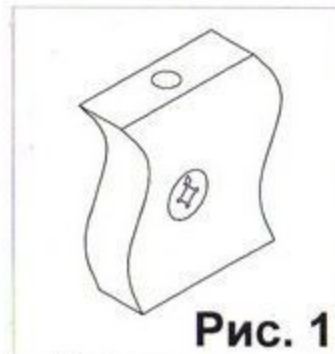
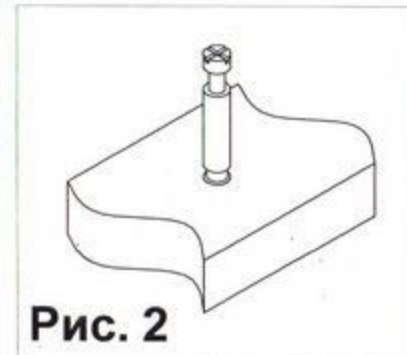

Рис. 1
Рис. 2
1. Прибить подпятники (14) к деталям 4, 9 и 8 при помощи гвоздей. Закрутить дюбель (4) в муфты на деталях 2, 3, 8 (см. рис.2). Вставить стяжки-растекс (3) в детали 1, 5, 9 (см.рис.1). Забить шканты (1) в детали 1, 5, 7, 3,9. Прикрутить направляющие (7) к боковинам 1 и 5 саморезами (5). Соединить боковины 1 и 5 с полкой 2. Фиксацию стяжек растекс (3) произвести путем поворота их по часовой стрелке. К полке 2 прикрутить опоры (16) саморезами (19). Присоединить к боковине 5 царгу 6 евроинтами (2). Установить полку 3 на боковины 1 и 5. Крепление произвести при помощи стяжек-растекс (3). Шкант (9) забить так, чтобы выступающая часть шканта составила примерно 20 мм. Присоединить к детали 4 полку 3 и царгу 6 евроинтами (2). Забить шканты (1) в деталь 7 и соединить ее с полкой 3. Вставить заглушку (18) в полку 3.
Взять стенку заднюю выдвижного ящика и забить в соответствующие отверстия шканты (1). Соединить боковины ящика с задней стенкой. Фиксацию производить при помощи евроинтов (6). Далее положить каркас ящика на заднюю стенку и забить шканты (1) в соответствующие торцевые отверстия на боковинах ящика, и вставить стяжки-растекс (15) (см. рис. 1). После этого вставить дно ящика в пазы на каркасе ящика, таким образом, чтобы дно ящика вошло в паз на стенке задней ящика. Далее закрутить в переднюю панель ящика в имеющиеся муфты дюбеля стяжек-растекс (4). Соединить переднюю панель ящика с каркасом. Фиксацию произвести путем поворота стяжки (15) по часовой стрелки. Затем вставить ящик в каркас стола и прикрутить боковины ящиков к направляющим. Далее к передней панели прикрепить ручку (12) аналогичным образом собрать остальные ящики.